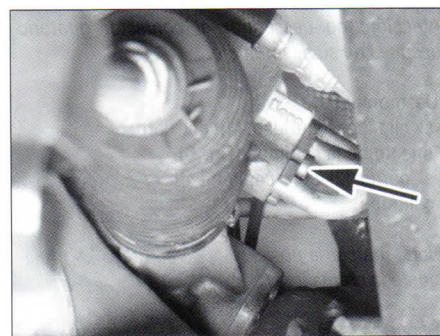

FIG. 9
- Desmontar el tornillo de fijación de las tuberías sobre la válvula distribuidora de la caja (fig. 9).